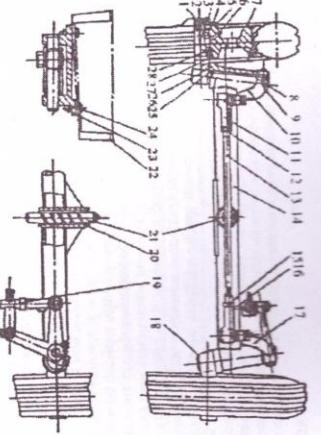
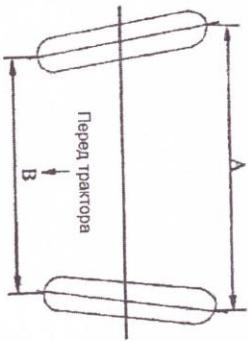

Рис. 3.21. Передняя ось (базовый тип).
Рис. 3.22. Развал-склонение. Трактор. Вид спереди.
1. Регулировка скот-развала: развал-скокование означает, что относительное расстояние между двумя передними колесами впереди меньше, чем сзади. См. рис. 3.22. А — В плавится развал-скокование. Слишком большим или слишком маленьким показателем будет причиной выбрасывания передних колес. Для регулировки поставьте передние колеса прямо по линии, остановите трактор на горизонтальной поверхности, откните стопорные гайки 12 и 15 (рис. 3.21). Укоротите или удлините линии и утту шин при помощи гаек А — В должны быть в пределах установленного диапазона. Затяните стопорные гайки после регулировки.
Баловая конструкция (рис. 3.21.)